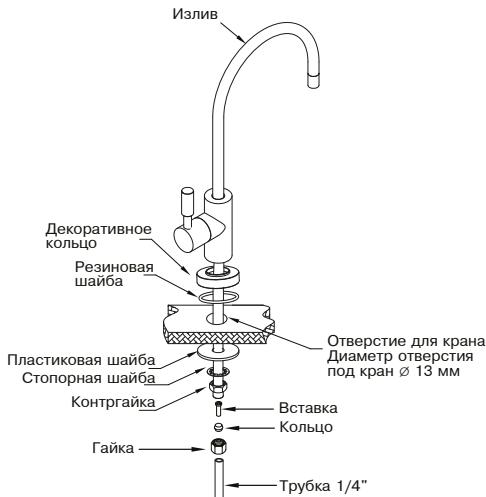

Рис. 8
Монтаж крана чистой воды производите согласно **рис. 8**. Мы рекомендуем не затягивать гайку (см. **рис. 8**) до завершения монтажа и проверки работоспособности системы, чтобы была возможность убедиться в отсутствии подтекания воды в месте соединения корпуса крана и резьбовой трубы. В комплекте с краном чистой воды может поставляться набор деталей для осуществления соединения с трубкой, либо кран чистой воды может иметь в своем составе быстроразъемный коннектор. На **рис. 9а, б, в** приведены возможные способы подключения синей трубы к крану чистой воды.
12. После заполнения бака (вы услышите, что вода больше не течет в дренаж и насос (если есть) не работает) откройте кран чистой воды (A) и дождитесь, пока вся вода не вытечет.
13. Закройте кран чистой воды (A). Дайте баку наполниться во второй раз. Этот процесс займет около 2 часов. Затем слейте воду из бака.
17. Убедитесь в отсутствии протечки внизу корпуса крана чистой воды, затяните гайку крана (**рис. 8**).